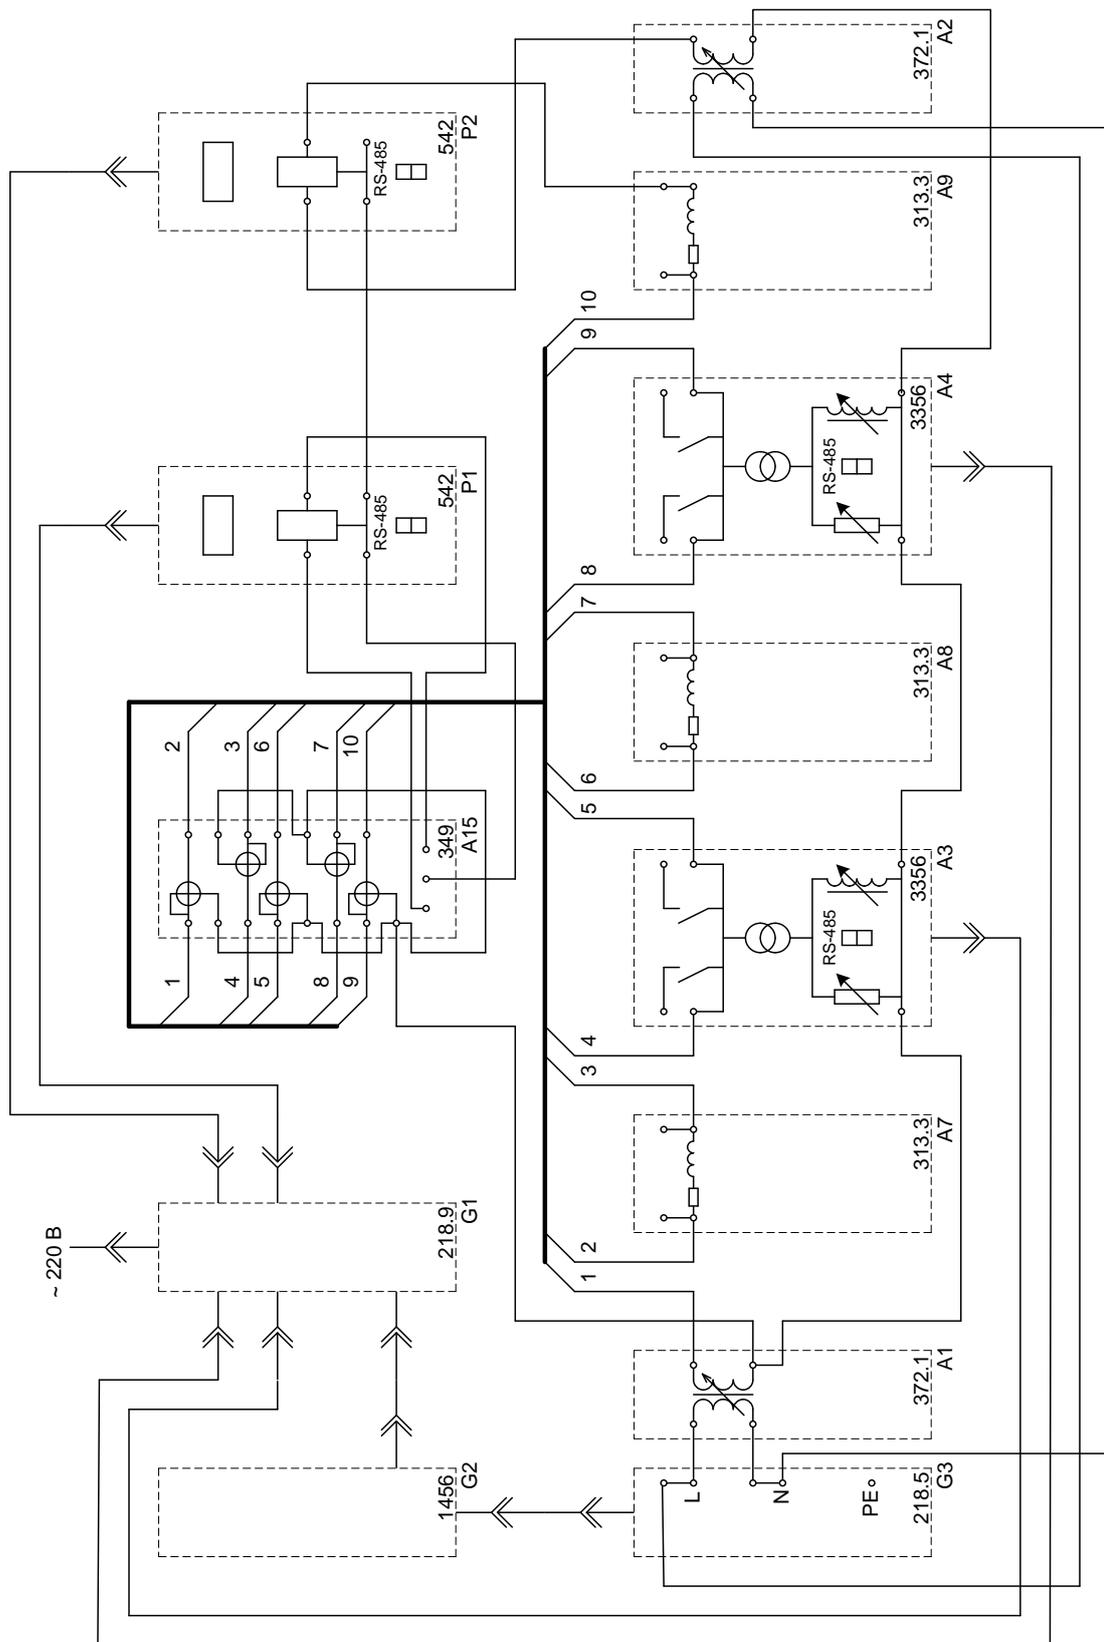

Рис.5.1. Схема для измерения потокораспределения и определения потерь мощности в замкнутой (кольцевой) распределительной электрической сети.
- Соедините аппаратуру в соответствии со схемой электрических соединений, приведенной на рис. 5.1.